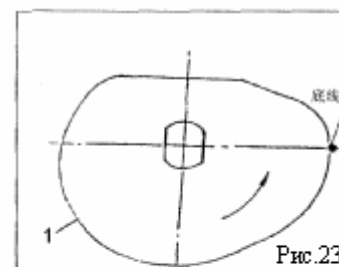

Рис. 23
На иллюстрации показан вид нитепритягивателя нити петлителя со стороны игольного стержня. Опустите игольный стержень из крайнего верхнего положения, повернув маховик машины. Когда игольный стержень окажется посередине своего хода, ослабьте винт (J) и сдвиньте нитепритягиватель нити петлителя с верхней части кулачка 1. затем затяните винт (J) (Рис. 23).